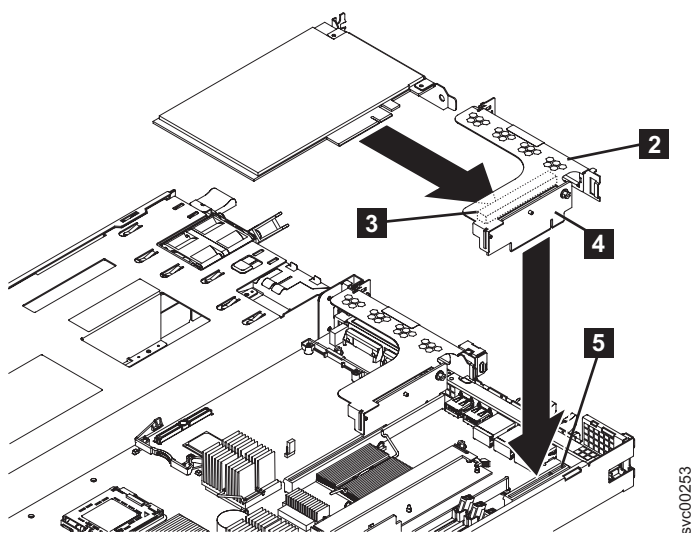

図 199. SAN ボリューム・コントローラー 2145-8G4 用のライザー・カード・アセンブリーの再取り付け
1. アダプターを挿入する場合、まずロー・プロファイル・アダプターのエッジ・コネクタ**1**をライザー・カード・アセンブリーのコネクタ**3**に位置合わせします。**4** アダプターがライザー・カード・アセンブリーにカチッとハマったことを確認します。図 199 に示すように、ライザー・カード・エッジ・コネクタをしっかりとシステム・ボード・コネクタに押し込みます。**5**